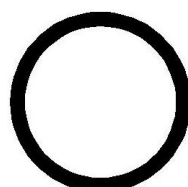

图 4-9 圆环
3. 在图中点取或在命令行输入圆环中心点坐标值，完成的绘制，如图 4-9 所示。